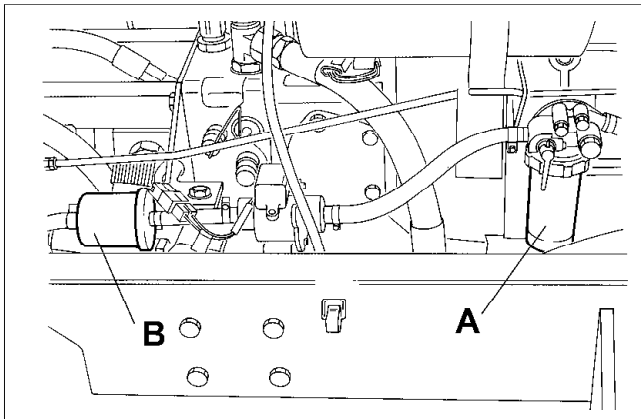

Fig.38
- (a) Überwurfmutter lösen, Filtereinsatz (A Bild 38) entfernen und entsorgen.
- (a) Schlauchschellen an beiden Seiten des Filters (B Bild 38) lösen und Kraftstoffleitungen abziehen.
- (a) Svitare la ghiera di bloccaggio, togliere e gettare l'elemento del filtro (A Fig. 38).
- (a) Rilasciare le piattine di bloccaggio sui fianchi del filtro in linea (B Fig. 38) e togliere i tubi del carburante.